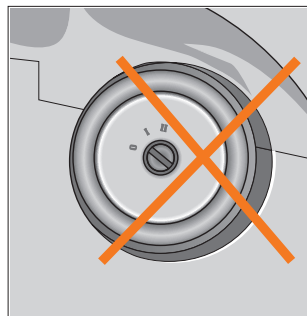

Рис. 65. Недопустимое положение выключателя зажигания
**Не допускается нахождение ключа в промежуточном положении между 0 и I. Противоугонное устройство полностью выключено только в положении I (рис. 65).**